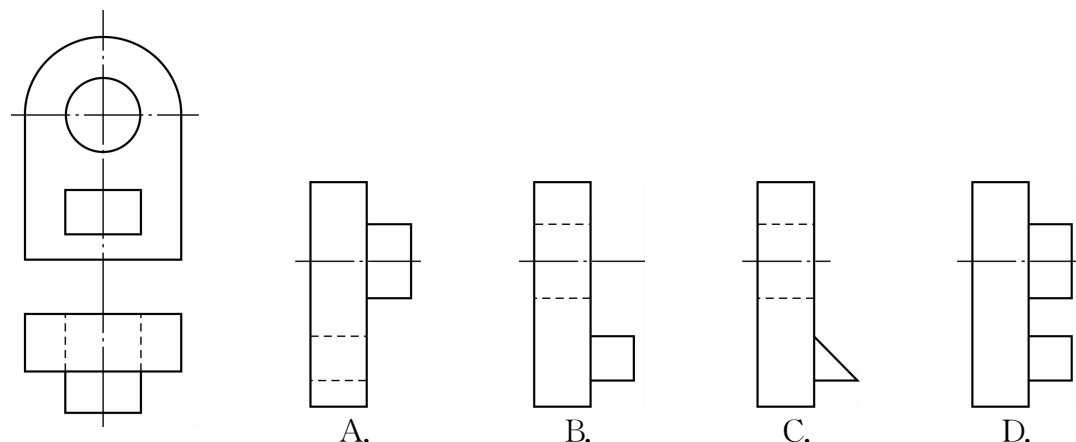

图 1-3-8
1. 如图 1-3-8 所示,已知组合体的主视图、俯视图,正确的左视图有()。